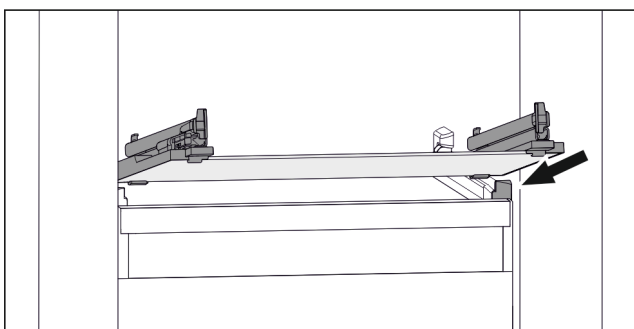

Fig. 54 Vejledende visning af glaspladen
- ▶ Sæt glaspladen skråt bag stoppene. (se Fig. 54)